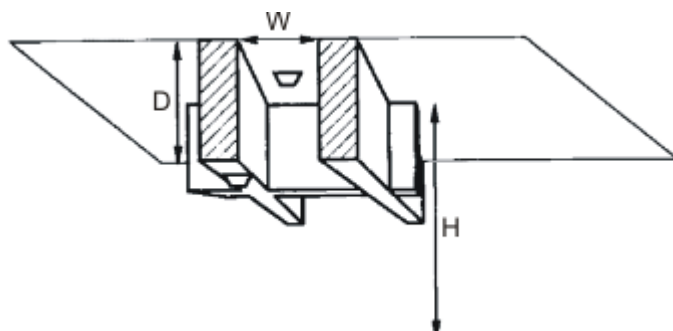

Рис. 3.6 – Потолок в виде сот.
3.6.17. На потолках с балками в виде ячеек, напоминающих пчелиные соты (рисунок 3.6), извещатели устанавливаются в соответствии с таблицей 3.4.